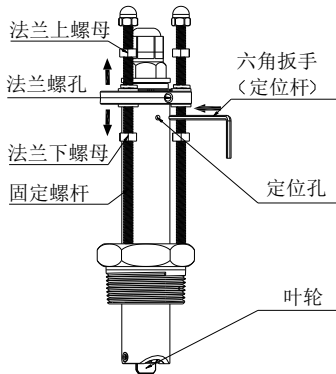
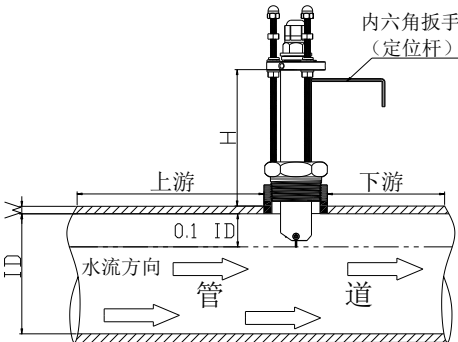

图 4
图 5
(2) 调整 IPFT 叶轮插入深度：将 IPFT 主体固定好后，将图 4 所标示的固定螺杆上的“法兰上螺母”与“法兰下螺母”松开便可以调整 IPFT 叶轮插入深度(三根固定螺杆上的螺母都需松开)，调整至叶轮轴线处于管道内径 10% 的深度为最佳插入深度，可通过计算 IPFT 的安装高度以确保叶轮插入准确的深度：
如图 5 所示：安装高度= H ，管道内径= ID ，管道壁厚= W
(3) 调整 IPFT 朝向：按前面步骤安装好 IPFT，定位孔中心线应严格朝向下游水流方向，而后用配件六角扳手拧松图 4 所标示“法兰螺孔”内的紧定螺钉(三个螺孔对应三颗螺钉)，再将六角扳手插入定位孔作为定位杆，六角扳手可 $\pm 60^\circ$ 调整传感器方向，如图 5，调整至六角扳手对齐水流方向并指向下游即可。